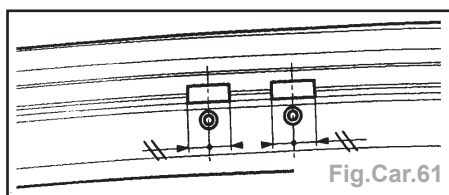

Fig.Car.61
- Centrer les trous (Fig.Car.61).